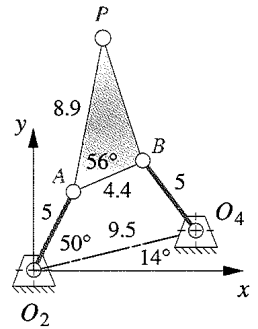

FIGURA P7-9 Problema 7-39
- **7-39 La figura P7-9 muestra un mecanismo en una posición. Encuentre las aceleraciones instantáneas de los puntos A , B y P si el eslabón O_2A gira en el sentido de las manecillas del reloj a 40 rad/s.